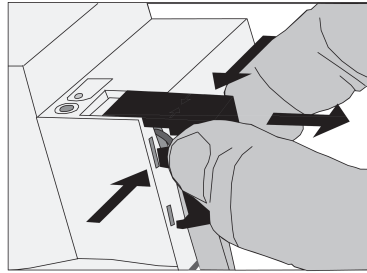

Figure 8: Retrait du capuchon de protection
- Pousser latéralement le capuchon de protection et le retirer (Figure 8).